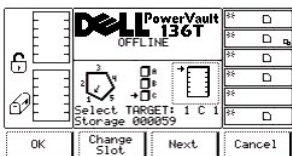

図 37. Command > Move > Position Picker > Change Slot ダイアログ
- 1 Next ソフトキーの下にあるボタンを選択すると、現在のソースパラメータはマガジンからスロットへ変わり、スロット変更ダイアログが表示されます。図 37 を参照してください。